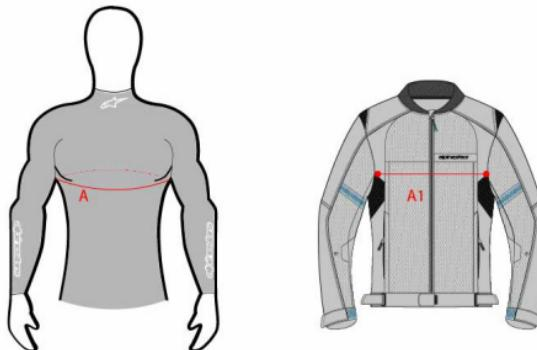

Figura 22: Referencias para las ubicaciones de la circunferencia torácica (A) y la anchura torácica de la prenda (A1)
ADVERTENCIA! Tech-Air® Off-Road debe llevarse con cualquier prenda exterior que cumpla los siguientes criterios: medir la circunferencia del pecho (A) y la anchura de la prenda en la región pectoral (A1). La prenda es compatible con el sistema Tech-Air® Off-Road si A1 es mayor que A dividido por 2 más 16 cm ($A1 > 0,5 \times A + 16 \text{ cm}$ o $A1 > 0,5 \times A + 6,30 \text{ in}$) (véase la figura 22 a continuación).